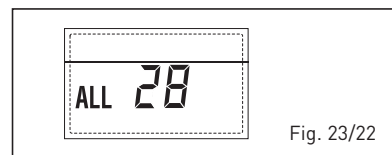

Fig. 23/22
– **ANOMALÍA NÚMERO DE TARJETAS CONECTADAS “AL 29”** (fig. 23/23)